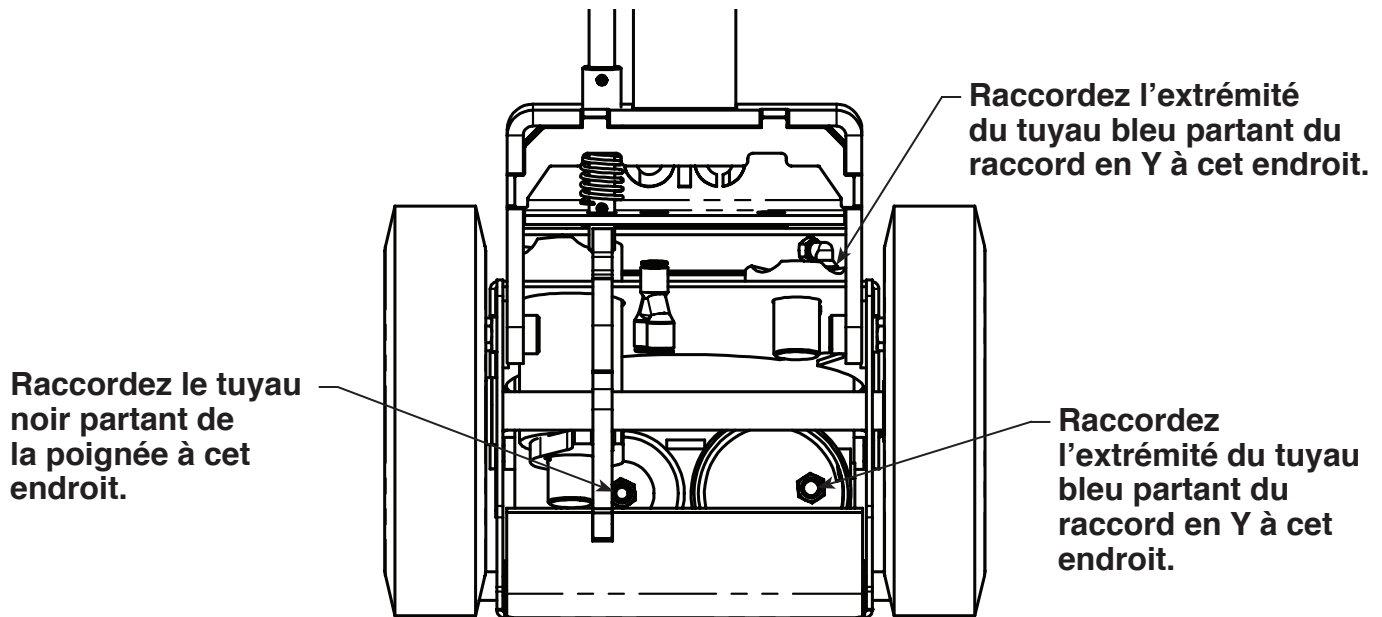

Figure 1
4. Raccordez les tuyaux comme indiqué sur la figure 1.